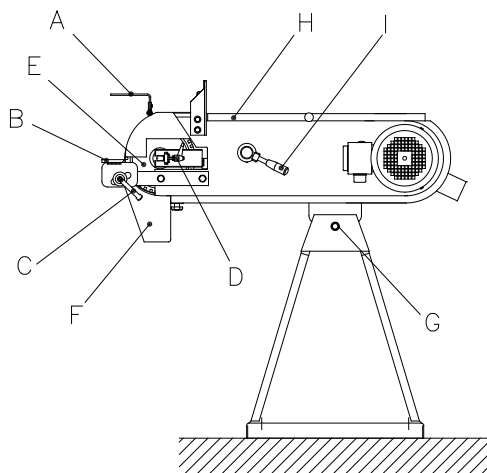

Fig.: 1.1
Avant toute utilisation, installez le système de protection vision et éventuellement le système d'aspiration à poussières. Les collets de serrage sont dans le sac à poussière. La protection vision (A) se monte sur l'accroche (voir fig.1.1). Contrôler que la plaque sous la bande ponceuse est située à 2 mm. Vérifiez le serrage de la poignée (C).
Lors du changement de bande, desserrez la poulie libre en tournant la poignée (I) dans le sens inverse des aiguilles d'une montre (voir fig. 1.1). Ouvrir le couvercle (J), la bande peut être enlevée en tournant à sens inverse et tirez la bande vers l'extérieur. Mettre en place une bande neuve, veiller à ce que le sens de rotation soit le bon en regardant le fléchage au dos de la bande. Tournez la poignée (I) dans le sens des aiguilles d'une montre pour serrer la bande. Contrôlez la bande et ajuster celle-ci avec la poignée (D)